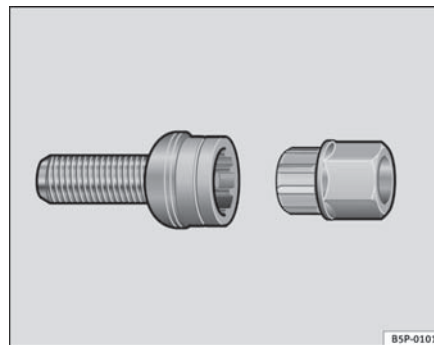

Abb. 137 Diebstahlhem-
- Setzen Sie den Adapter bis zum Anschlag in der diebstahlhemmenden Radschraube ein ⇒ Seite 211, Abb. 137.